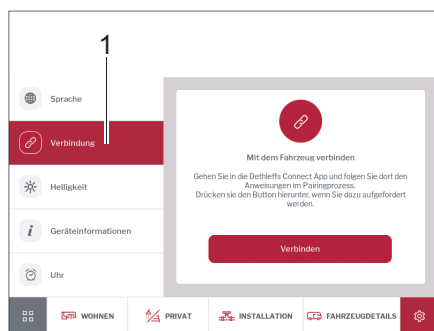

Fig. 270 Connexion
- Appuyer sur la touche *Connexion* (Fig. 270,1). Une instruction apparaît et explique comment connecter l'appareil mobile avec le véhicule, voir également le chapitre 9.17.1.